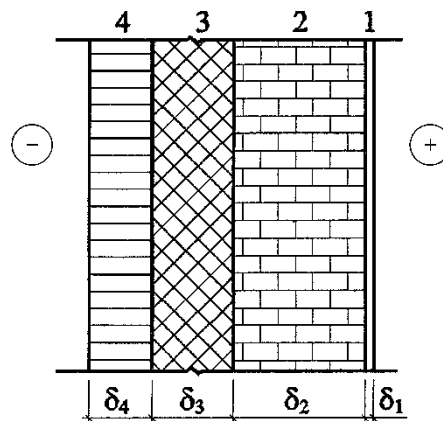

Рис.1 Схема конструкции к задаче 14
23. Решить стандартную профессиональную задачу, используя естественнонаучные знания и методы математического анализа: определить сопротивление теплопередаче трехслойной наружной стены жилого дома из кирпича с утеплителем и внутренней штукатуркой для жилой комнаты в сухих условиях эксплуатации. Схема конструкции приведена на рис. 1. Штукатурка цементно-песчаная: $\gamma = 1800 \text{ кг/м}^3$; $\delta_1 = 0,02 \text{ м}$; $\lambda_1 = 0,76$. Кирпичная кладка из сплошного кирпича, глиняного обыкновенного на цементно-песчаном растворе: $\gamma = 1800 \text{ кг/м}^3$; $\delta_2 = 0,38 \text{ м}$; $\delta_4 = 0,12 \text{ м}$; $\lambda_2 = \lambda_4 = 0,70$. Утеплитель - плиты минераловатные полужесткие на синтетическом связующем: $\gamma = 100 \text{ кг/м}^3$; $\delta_3 = 0,15 \text{ м}$; $\lambda_3 = 0,056$.